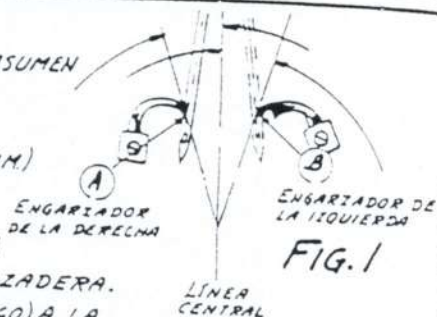

FIG. 1
LOS ENGARZADORES (A) Y (B), CUANDO SE AJUSTAN BIEN, ASUMEN LAS POSICIONES EN LA FIG. 1, CON SUS PUNTAS EN LA LÍNEA CENTRAL DE LA AGUJA, EN GOLPES ALTERNADOS, DESPUÉS QUE EL PORTAAGUJA HAYA SUBIDO $\frac{3}{32}$ " (2.8 MM.) DE SU PUNTO MÁS BAJO.